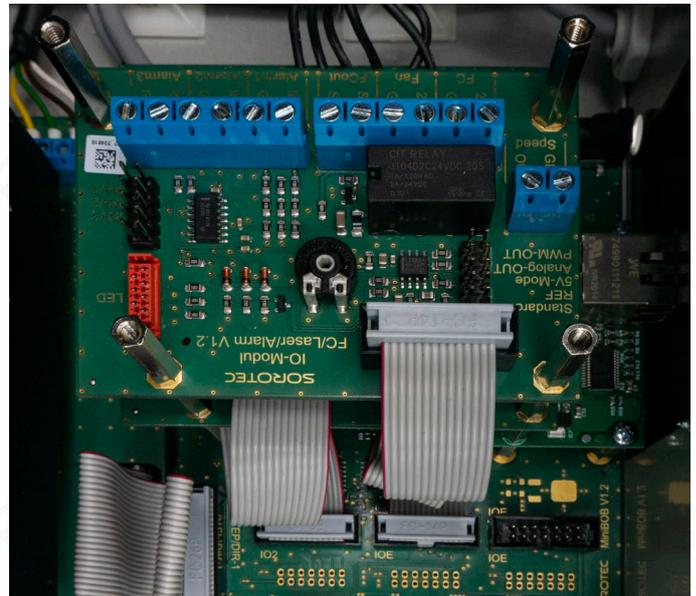

Bild 38: MC IO-Module Speed montiert und angeschlossen
- Montieren Sie das MC IO-Module Speed mit den mitgelieferten Distanzhülsen an seinem Platz oberhalb des MC IO-Module Basic. Siehe Bild 38 .